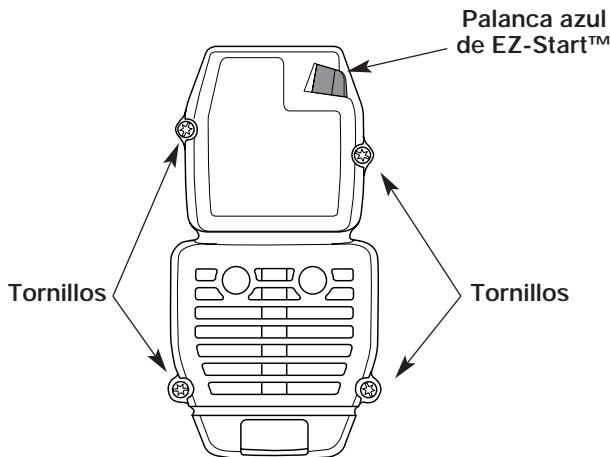

Fig. 36
- Saque los cuatro (4) tornillos que sostienen la cubierta del silenciador / filtro de aire (Fig. 36). Use un destornillador de broca Torx N° T20.
- Inserte los cuatro (4) tornillos en los orificios de la cubierta del silenciador / filtro de aire (Fig. 36) y ajústelos. No los ajuste demasiado.